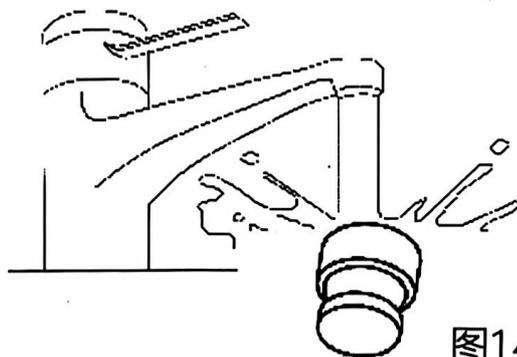

图14
1. 限压阀：用手握住限压阀两侧上提，即可拆下，再如图14所示用水冲洗干净。